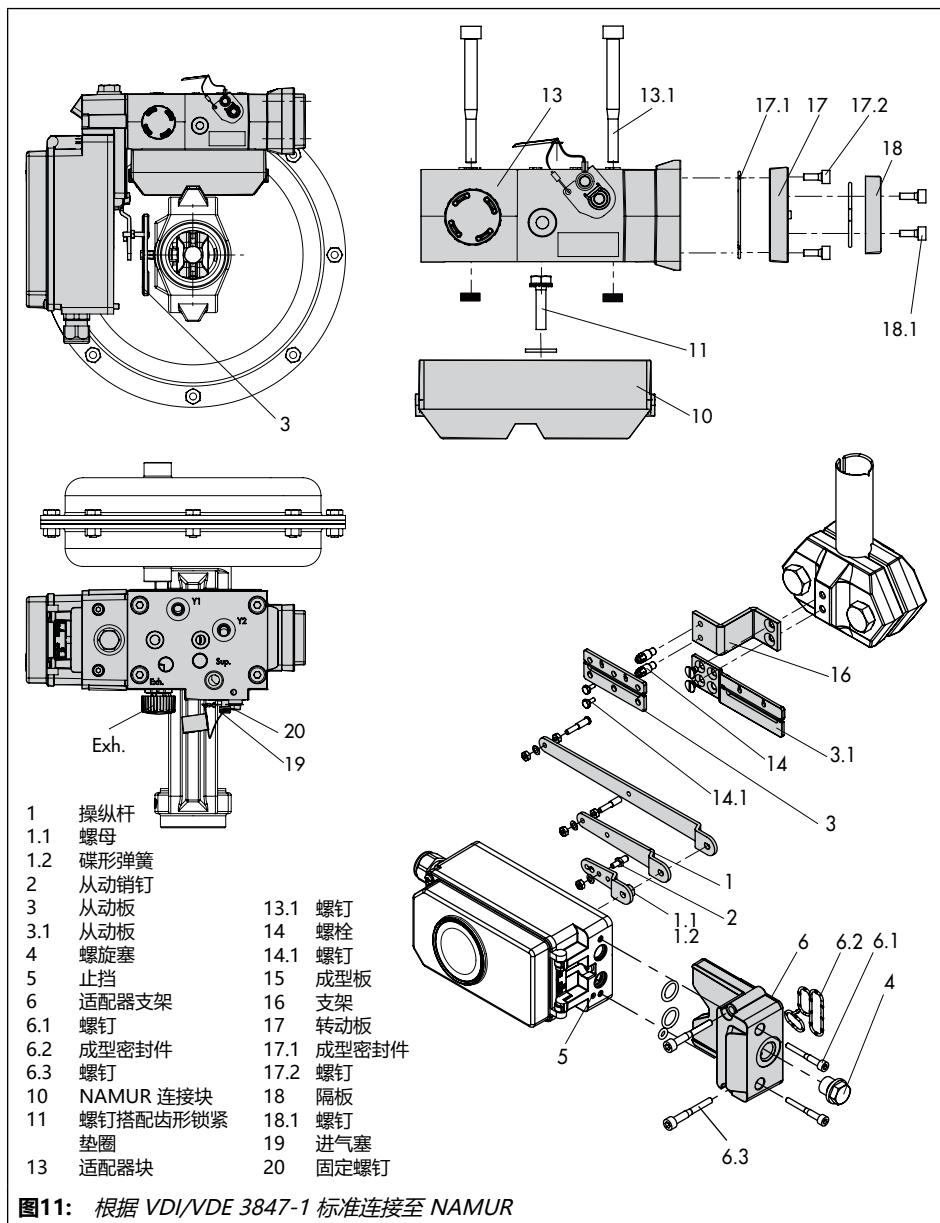

图11：根据 VDI/VDE 3847-1 标准连接至 NAMUR
### 连接至 NAMUR (参见 图11)
1. **240 系列阀门，执行机构尺寸最大为 1400-60cm2**: 将两个螺栓 (14) 旋拧到阀杆接头的支架上或直接旋拧到阀杆接头上 (取决于具体型号)，将从动板 (3) 放置在顶部并使用螺钉 (14.1) 予以固定。
3. **3254 型阀门，1400-120 至 2800 cm2**: 将两个螺栓 (14) 旋拧到支架 (16) 上。将支架 (16) 固定到阀杆接头上，将从动板 (3) 置于顶部，然后使用螺钉 (14.1) 加以固定。
- 将定位器安装至 NAMUR，如图11 所示。
2. **连接至 NAMUR 时**，请使用螺钉和齿形锁紧垫圈 (11) 将 NAMUR 连接块 (10) 直接固定到现有支架孔上。将 NAMUR 阀门连接上的标记 (标有 '1' 的一侧) 对准 50% 行程。
**连接至带杆型支架的阀门**，使用成型板 (15) 围绕支架固定：将四个螺柱拧入到 NAMUR 连接块 (10) 中。将 NAMUR 连接块放置在杆上，并将成型板 (15) 放置在对侧。使用螺母和齿形锁紧垫圈将成型板固定到螺柱上。将 NAMUR 阀门连接上的标记 (标有 '1' 的一侧) 对准 50% 行程。
3. 将适配器支架 (6) 放置在定位器上并使用螺钉 (6.1) 加以固定。请确保密封件正确就位。对于**带气源净化功能**的定位器，安装定位器前请先拆卸止挡 (5)。对于**不带气源净化功能**的定位器，请将旋塞 (4) 更换为排气塞。
4. 根据执行机构尺寸和阀门行程选择所需的操纵杆尺寸 ((1) M、L 或 XL) 和销钉位置 (参见第 26 页中的行程表)。